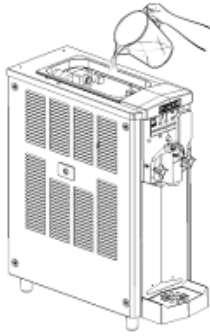

Fig. 4
- Riempire la vasca superiore con acqua calda (Fig. 4) e attendere alcuni minuti.
Riempire la vasca superiore con acqua calda (Fig. 4) e attendere alcuni minuti.